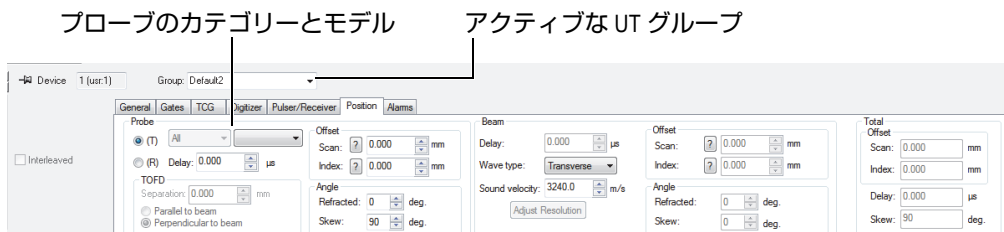

図 4-25 [UT Settings] ダイアログボックスでプローブを選択
3. [UT Settings] ダイアログボックスで、プローブのカテゴリーとモデルを選択します (125 ページの図 4-25)。